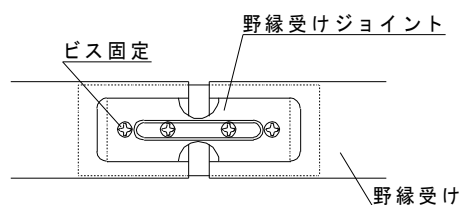

図2-3-2 野縁受けのジョイント
②野縁受けの接続は野縁受けジョイントを使用しビス 4 本で固定する。(図 2-3-2 参照)